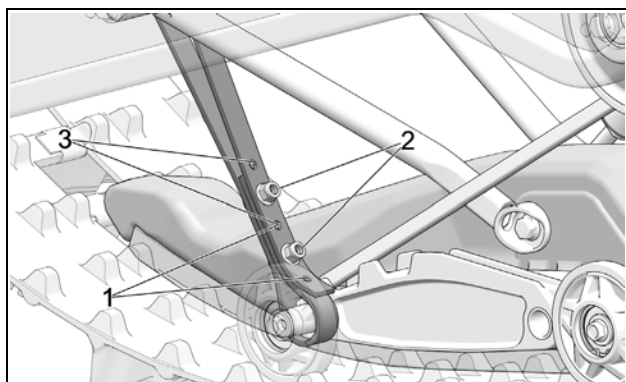

Figure 19
- Il y a 3 positions d'ajustement de la courroie : Figure 19.